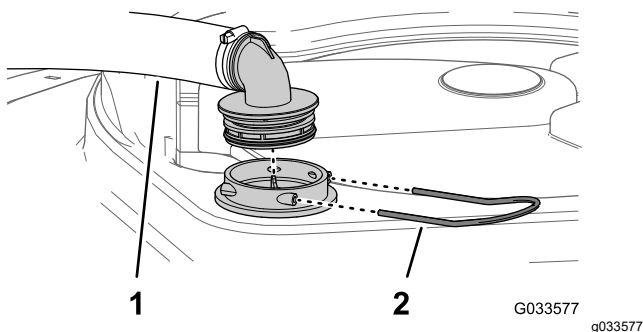

Figura 88
2. Na parte superior do depósito do pulverizador, retire a fixação que prende a união da mangueira unida à tubagem grande da estrutura do filtro (Figura 88).
3. Retire a tubagem e a união da tubagem da estrutura do filtro (Figura 88).